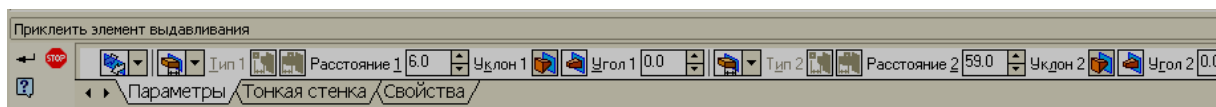
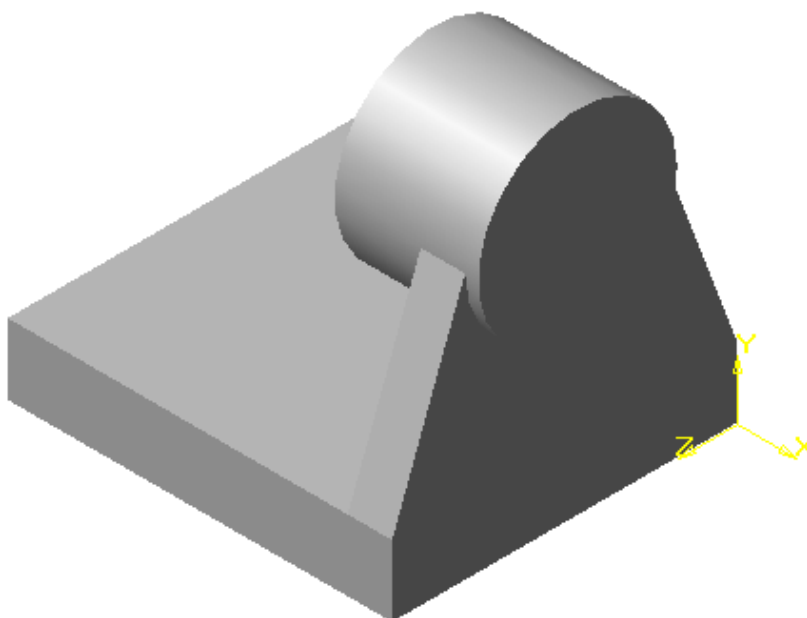

Рис. 2.58
Рис. 2.59
**<Приклеить выдавливанием>**  и задаем параметры выдавливания (рис. 2.58). Операция выдавливания будет выполняться в двух направлениях. В результате получаем модель, изображенную на рис. 2.59.